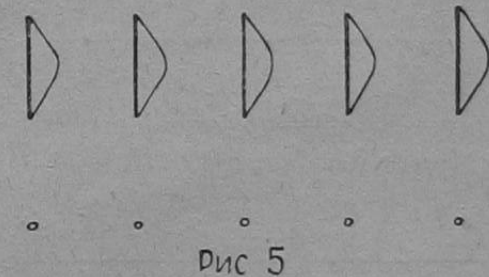

Рис. 5
3) *Сложные направленные синфазные антенны* из некоторого числа параллельных вибраторов, расположенных на расстоянии полволны по одной линии (см. рис. 5). Токи во всех вибраторах в любой момент имеют одинаковое направление. В таблице III приведены значения $R_{\text{из}}$ для различного числа вибраторов.